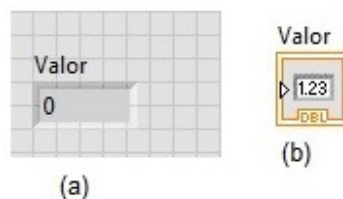

Figura 10 – Indicador numérico no painel (a) e no diagrama de bloco (b).
5. Altere a legenda do indicador numérico de graus Celsius para “Valor”. Utilize a ferramenta “Labeling” da paleta de ferramentas. Para ter acesso a paleta de ferramentas, utilize o comando SHIFT + clique com o botão direito do mouse. Quando uma ferramenta é selecionada, o ícone do cursor muda para o ícone da ferramenta. A Figura 10 apresenta o indicador numérico de graus Celsius no painel frontal e seu correspondente no diagrama de bloco.